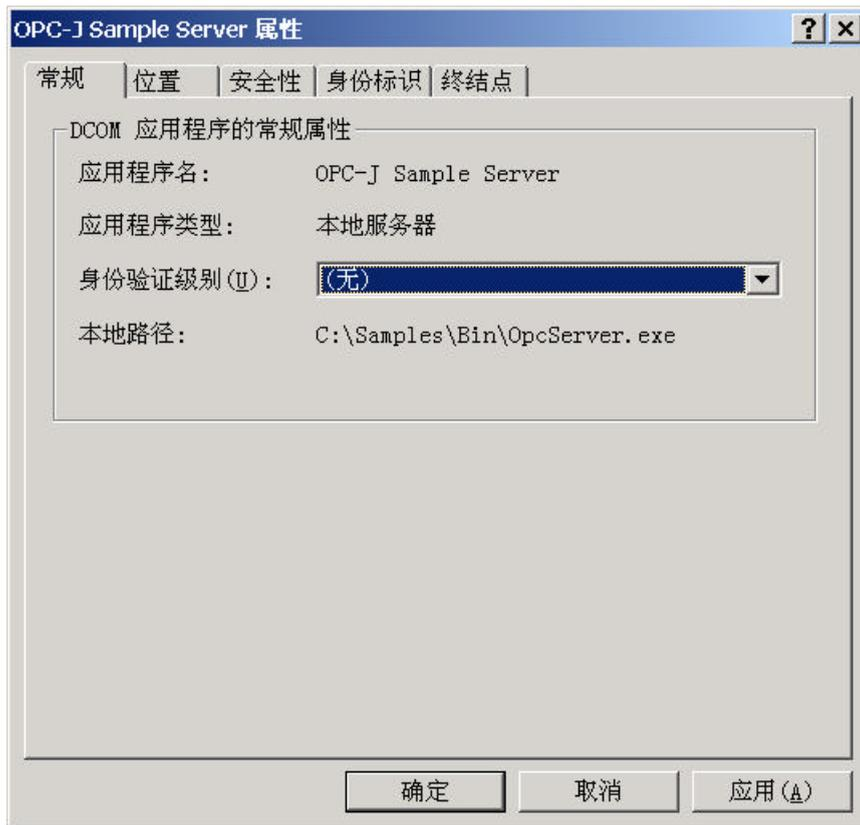

图 5-2 OPC-J Sample Server的属性 (常规)
- 6) 按下[属性(P)...]命令按钮，显示[OPC-J Sample Server属性]（图5-2）。